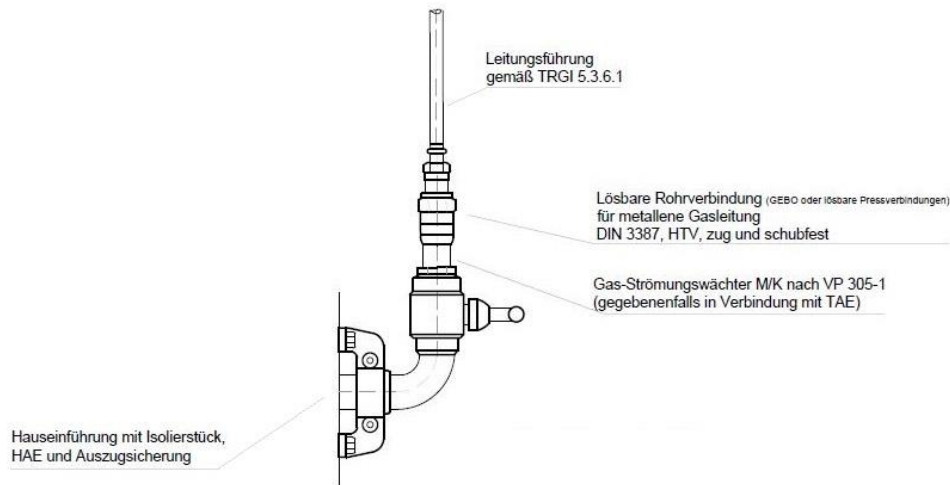

Abbildung 2.1 – Netzanschluss an das Niederdrucknetz mit Hauptabsperreinrichtung (HAE), und Gasströmungswächter
- 2.2.3. Die Druckregelung bei Anschlüssen ans Niederdrucknetz erfolgt über einen sogenannten Zählerregler. In Abbildung 2.1 ist der ordnungsgemäße Aufbau eines Niederdruck-Netzanschlusses schematisch dargestellt.
2.2.4. Ab einer Anschlussleistung > 220 kW wird der Netzanschluss aus Abbildung 2.1 durch einen Hausdruckregler ergänzt. Die Installation mit einem Hausdruckregler ist in Abbildung 2.2 dargestellt. Alle Anlagen mit Hausdruckregler sind mit einem Prüf-T-Stück DN15 und einem Sicherheitsstopfen des Herstellers Seppelfricke auszustatten. Ab einem Leitungsdurchmesser \geq DN80 wird der Hausdruckregler mittels Flanschverbindung angeschlossen.